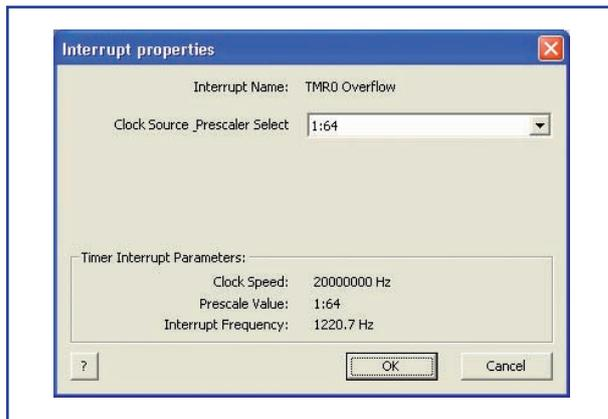

Figura 3. Propiedades de la interrupción del Temporizador 0.
Figura 3. Estructura modelo del contador. La pantalla LCD de dos líneas se monta en la parte inferior de la placa con la ayuda de un conector de 14 pines y se fija con cuatro tornillos.
**Para aquellos que sean más curiosos, aquí presentamos las fórmulas matemáticas de la Figura 3,**
En este caso nuestros lectores pueden ver que hemos seleccionado la interrupción de desbordamiento ("overflow") del temporizador TMR0 (TiMeR 0), de forma que esté habilitada y que cuando el temporizador 0 se desborde, se haga una llamada a la "macro" (o la subrutina) TMR0isr. Pulsando sobre el botón de "Properties" ("Propiedades") se nos presenta la pantalla de la **Figura 3** donde podemos ver que los parámetros de la interrupción de desbordamiento del temporizador 0 pueden ser seleccionados y/o modificados. En nuestro caso, la frecuencia de interrupción es de 1.200 Hz, lo que significa que la macro TMR0isr es llamada 1.200 veces cada segundo.
Así pues, la interrupción TMR0 ha sido configurada para generar una interrupción a una frecuencia de 1.220,7 Hz (819,2  $\mu$ s), ver **Figura 3**.